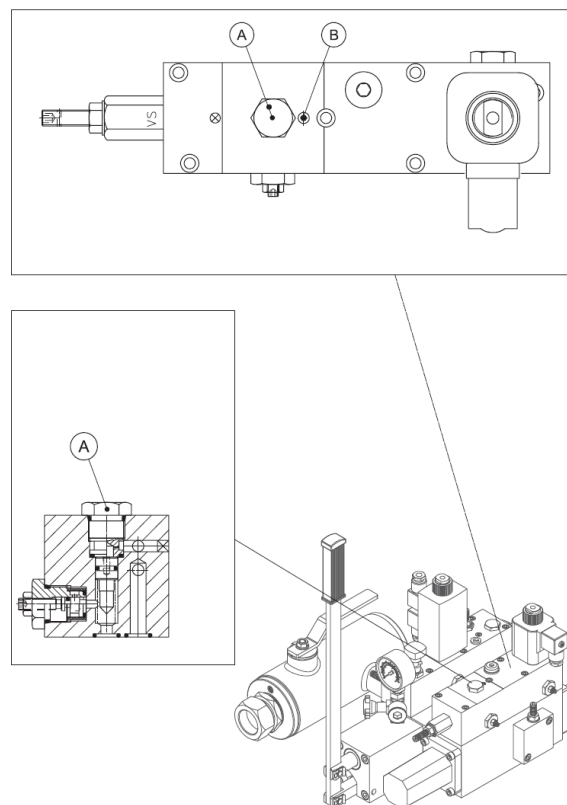

Fig. 52 – Blocchetto salita per avviamento diretto
- Pulire con diluente la vernice intorno al tappo "A" ed alla vite "B" (Fig. 52) del blocchetto di salita.